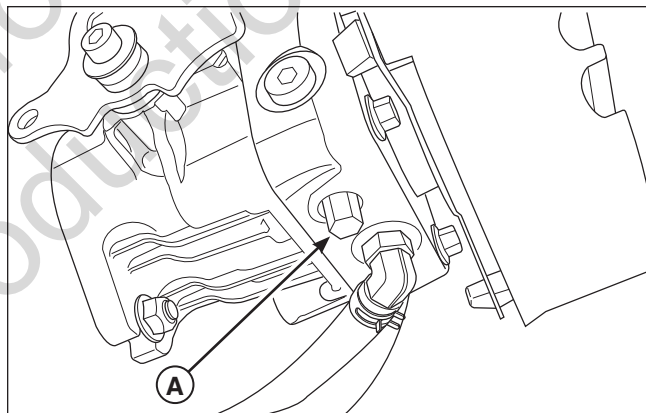

Figure 3. Dérivation du circuit hydraulique
3. Repérez les soupapes de desserrage hydraulique (A, Figure 3) sur le dessous des pompes hydrauliques.